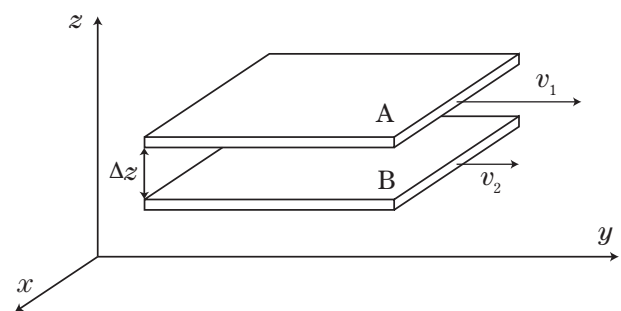

図 1 層流中に仮想的に考えた 2 つの流体の層
図 1 のように、 y 軸の正の向きに流れている層流の中に、 xy 平面に平行で面積 S の十分に薄い流体の層を 2 つ、 Δz だけ離して仮想的に考える。層 A、層 B は、それぞれ v_1 、 v_2 ($v_1 > v_2$) で、 y 軸の正の向きに流れているとする。流体に粘性があると、この 2 つの層は流速をそろえようと互いに力をおよぼし合う。つまり、層 A は層 B を引っ張って v_1 に近づけようとし、逆に層 B は層 A を v_2 に近づけようとする。この力の大きさ (F) は面積 (S) と 2 つの層の流れに直角の方向への流速の勾配 ($\frac{v_1 - v_2}{\Delta z}$) に比例する。